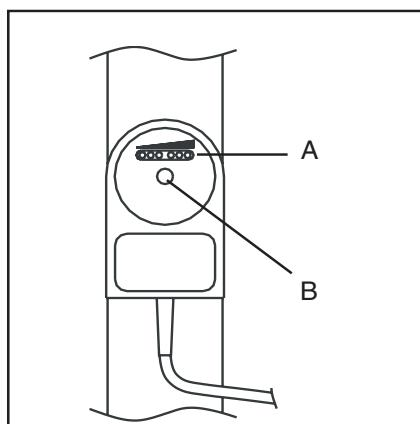

Fig. 15
**Bitte beachten Sie:** Kontrollieren Sie, ob das Durchflussventil ordnungsgemäß sitzt, vgl. Fig. 15. Das Durchflussventil muss parallel zum Rohr sitzen, so dass sich die Leitung in Fließrichtung befindet.
Beachten Sie jedoch den Abschnitt 3 und die Fig. 15.
4. Die Nylonschraube „B“ (Fig. 15) abschrauben.
5. Überprüfen Sie, ob das Durchflußventil richtig herum sitzt (vgl. Fig. 15).